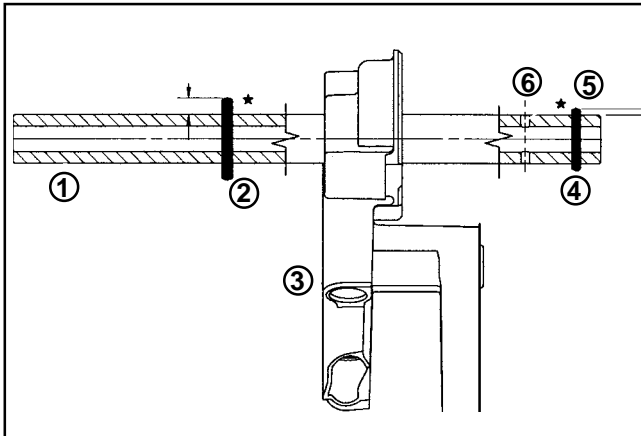

Figura 10-6. Árbol de levas de admisión montado
2. Si se ha desmontado previamente, instale y centre el pasador más largo, de **3 mm** de diámetro en el orificio **superior** (ver Figura 10-6).